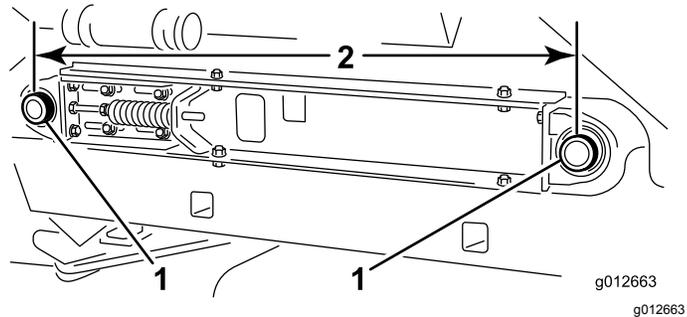

图20
7. 测量机器两侧输送带滚筒轴中心点之间的距离确保测量值相同 图20。